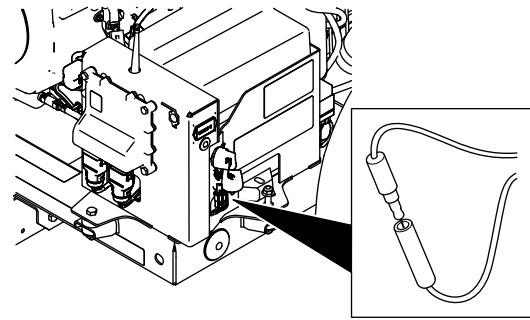

Figure 55
3. Insérez le connecteur à une broche dans le connecteur à une douille (Figure 55).
2. Retirez le connecteur à une broche du connecteur à une douille (Figure 55).